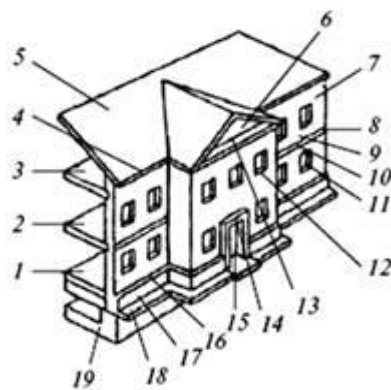

Рис.1
**17. Запишите составные части здания (см.рис.1).**